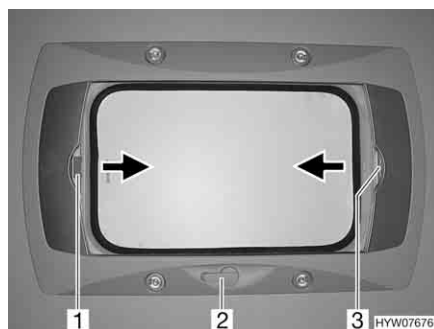

Fig. 67 Oblò a manovella
Apertura: ■ Ruotare la manovella (Fig. 67,2) fino a quando non si incontra resistenza (angolo di apertura max. 70°).
Chiusura: ■ Tirare la tendina oscurante pieghevole per la maniglia (Fig. 67,3) nella direzione della freccia fino alla posizione desiderata e rilasciare. La tendina oscurante pieghevole rimane in questa posizione.
- Tirare la zanzariera a rullo per la maniglia (Fig. 67,1) nella direzione della freccia verso la maniglia contrapposta della tendina oscurante pieghevole (Fig. 67,3) e farla innestare.
- Tirare la maniglia della zanzariera a rullo (Fig. 67,1) dietro, verso l'alto, e sganciare la zanzariera a rullo dalla tendina oscurante pieghevole (Fig. 67,3).